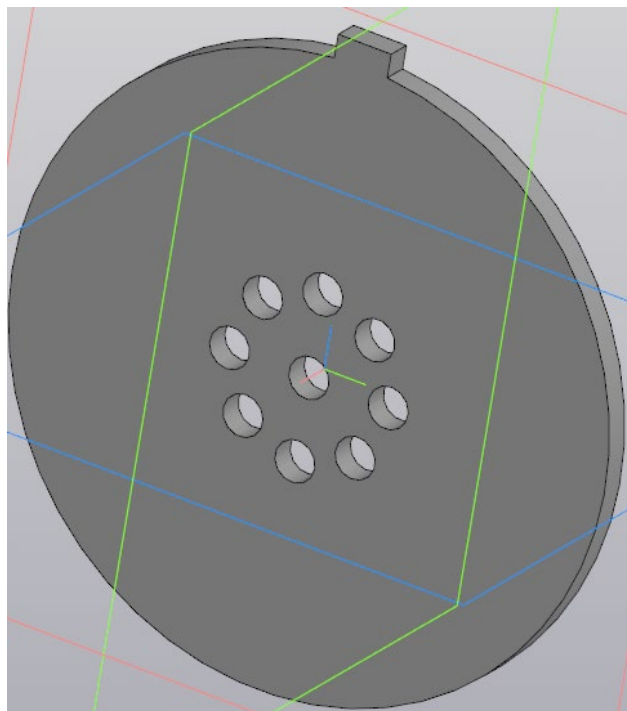

Рисунок 16 – Результат создания первого ряда отверстий массивом по концентрической сетке
2.7 Командой «Массив по концентрической сетке» размножьте нижнее отверстие так, чтобы общее их количество было 8 штук (рис. 16).